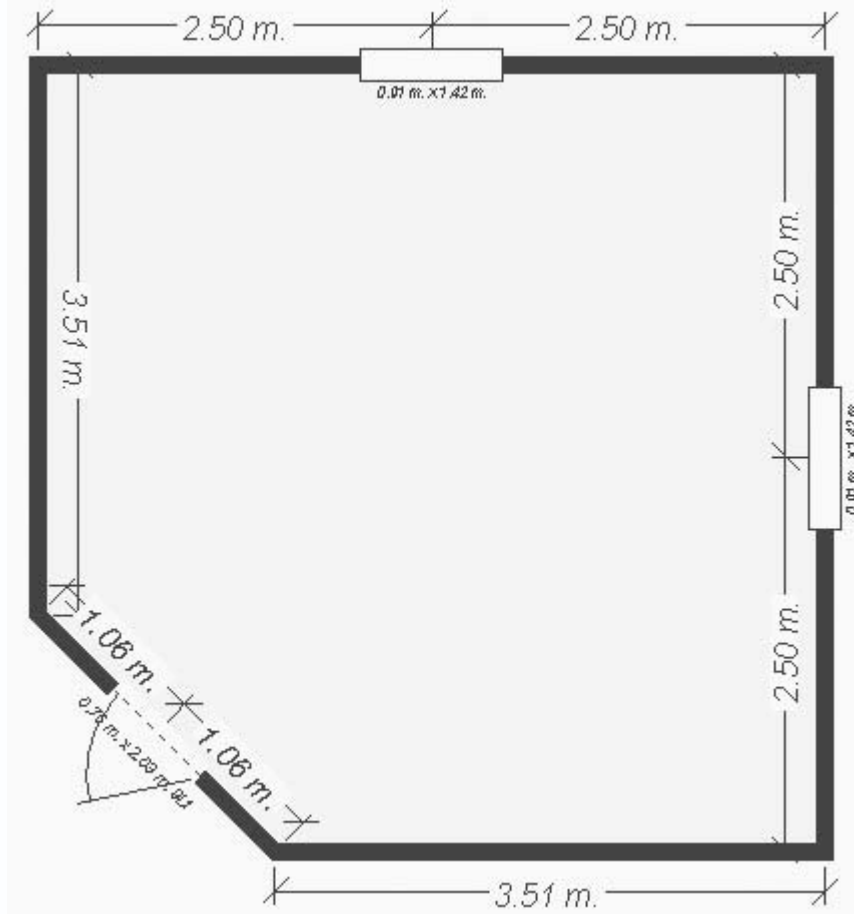

Рис. 6.17. План комнаты после добавления окон и двери
3. Используя команду Door (Дверь), создайте дверь (рис. 6.17).